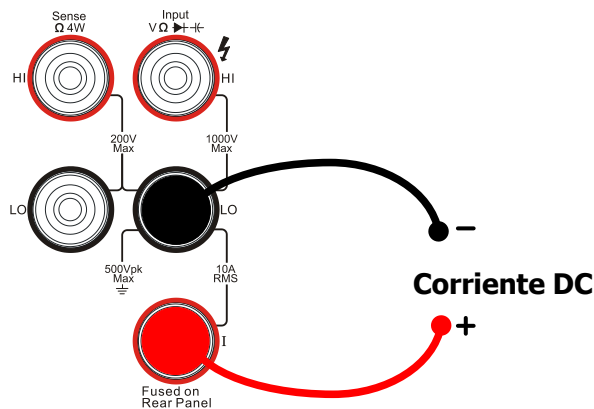

Figura 2-11 Esquema de conexiones
1. Conecte la punta roja (punta de prueba) al terminal de entrada I y la punta de prueba negra al terminal de entrada LO como se muestra en la Figura 2-11.